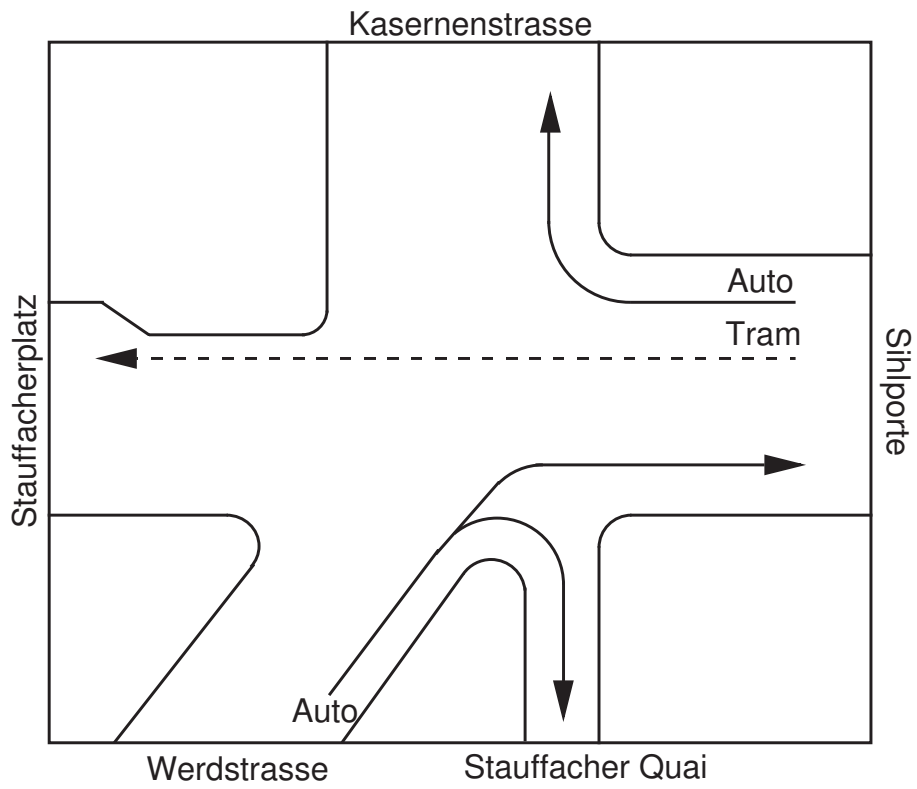

Abbildung 4: Grünlichtkombination 2.
- Bei der zweiten Grünlichtkombination (Abb. 4) haben dieselben Autofahrspuren freie Fahrt wie bei der Grünlichtkombination 1, nur dass hier das Tram von der Sihlporte her grün hat.
Z2	Grünlichtkombination 2 (Abb. 4)